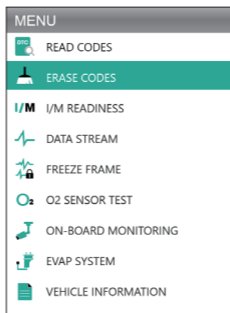

Figure 3.3.1
1. Sélectionnez l'icône Supprimer les codes (voir figure 3.3.1), puis appuyez sur [OK].